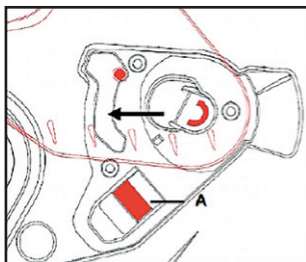

Fig. 1
- 1.2 Soulever le levier de déverrouillage **A** et déverrouiller la visière. (Fig. 1)
- 1.2 Levantar la palanca **A** y a continuación soltar la visera. (Fig. 1)